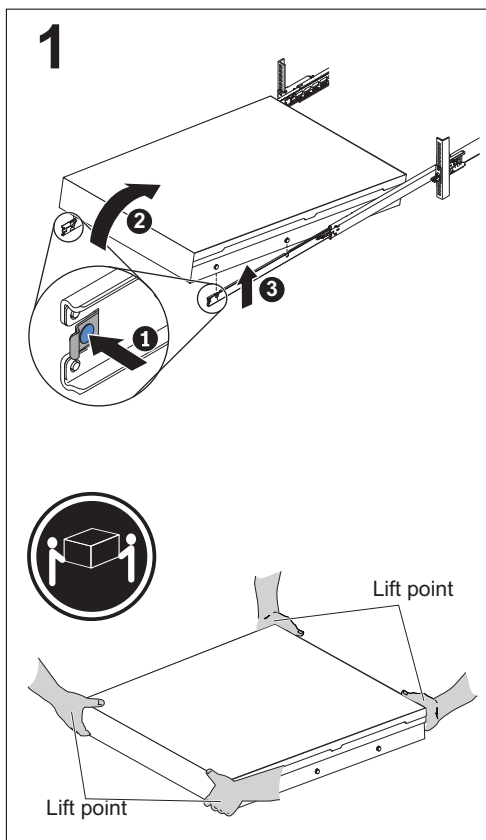

Figura 64. Removendo o SAN Volume Controller 2145-DH8 do Rack
2. Opcionalmente remova o nó do rack. Puxe as alavancas de travamento (**1** em Figura 64) para frente, e puxe o servidor para frente com os trilhos deslizantes.